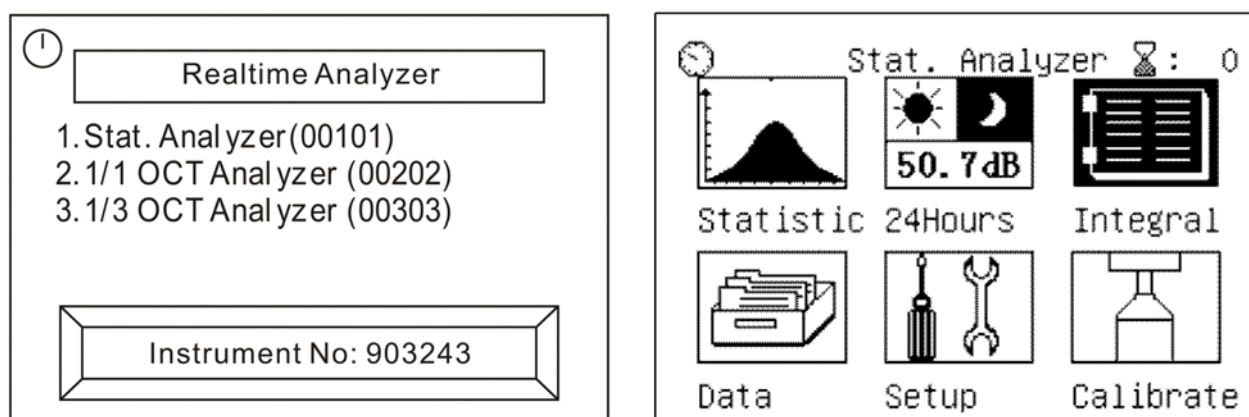

Fig. 10: Videate iniziali analisi statistica
1. Accendere lo strumento premendo il tasto "ⓘ". La videata di selezione del tipo di analisi è mostrata a display per circa 5s (vedere Fig. 10)